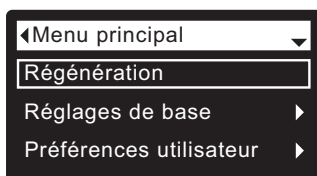

FIG. 35
En fonctionnement normal (défilement des écrans d'état), appuyez sur le sélecteur (O) du déferriseur pour ouvrir le Menu principal (cf. Figure 35). Ce menu et ses écrans sous-jacents servent à commander ces activités :